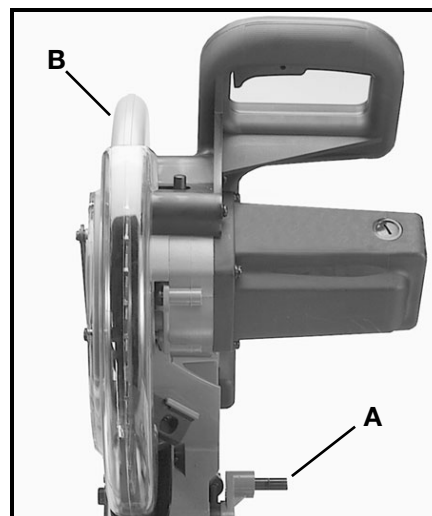

Fig. 5
- 2. La figure 5 illustre la goupille de blocage (A) tirée et la tête de coupe (B) en position relevée.